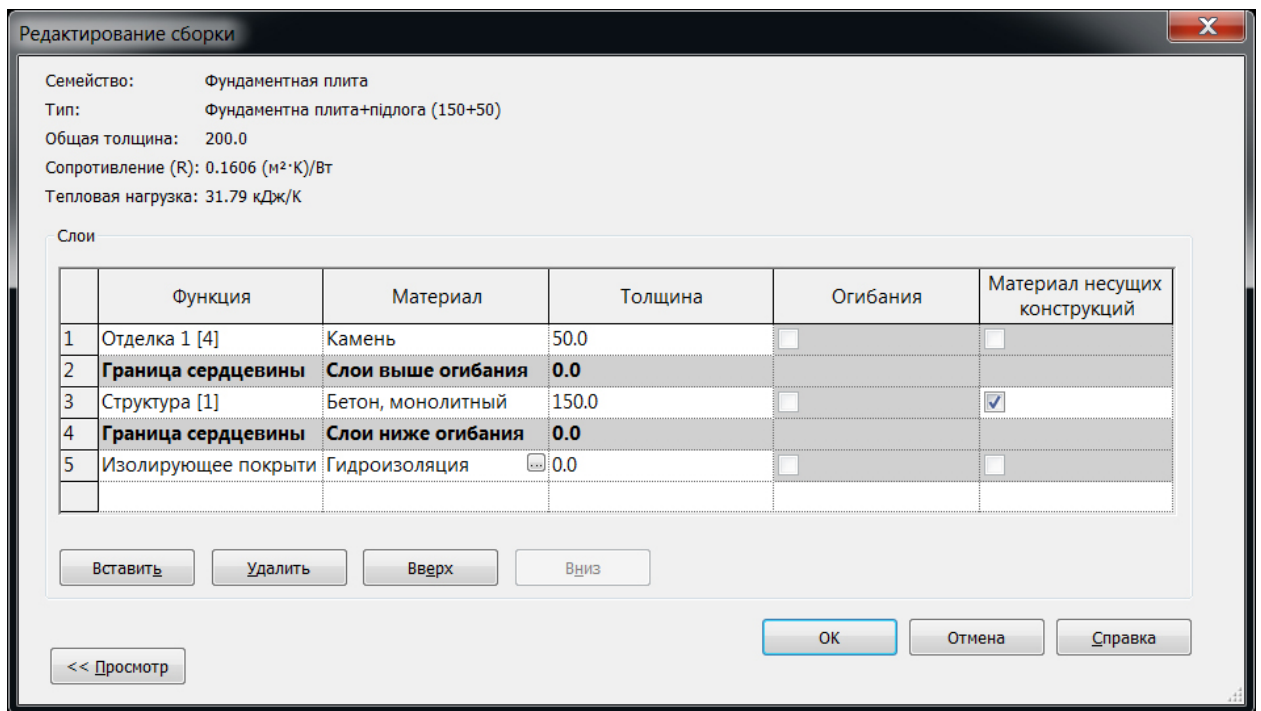

Рис. 9.3
8. В параметрах типу для параметру «Структура слоев» натискаємо кнопку «Изменить...», а далі, у вікні «Редактирование сборки» (рис. 9.3) додаємо
5. В параметрах типу для параметру «Структура» натискаємо кнопку «Изменить...», а далі, у вікні «Редактирование сборки» (рис. 9.3) змінюємо матеріал шару «Структура [1]», обравши матеріал «Жесткая изоляция».